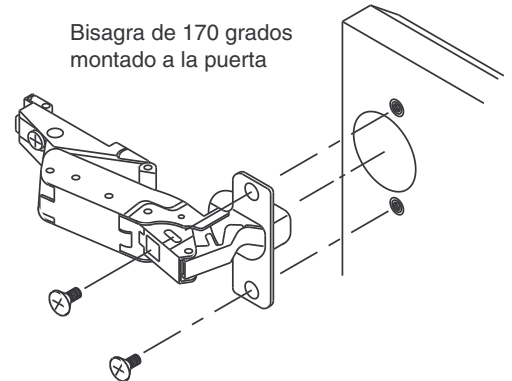

Fig. 8
Insert door side of clip hinge as shown in Fig. 8
- A) Lado de la puerta del relleno de la bisagra de 125 grados de la bisagra del clip segun lo demstrado adentro Fig. 8